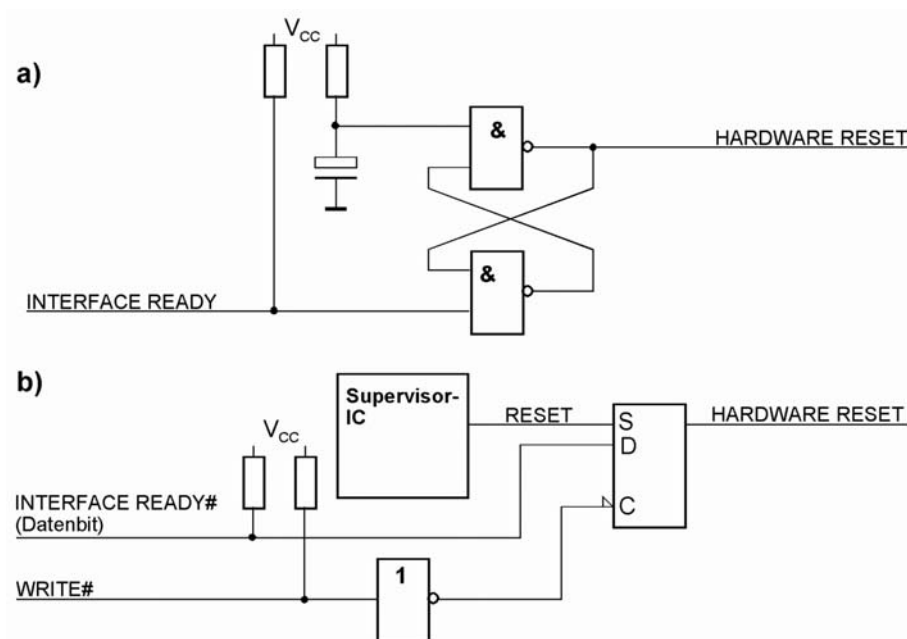

Abb.1.10 Bewährte Rücksetzsaltungen
- eigene Rücksetzsaltungen im Interfaceadapter (Abb. 1.10),